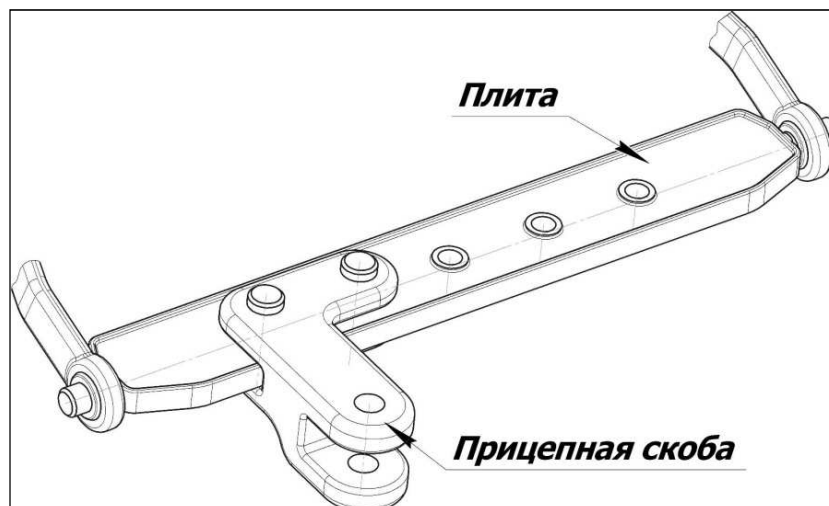

Рисунок 5.8 - Установка скобы прицепной задней навески трактора
- произвести переустановку скобы прицепа в крайнее левое положение (рисунок 5.8). При использовании прицепной скобы маятникового типа, так же рекомендуется перевести её в крайнее левое положение;